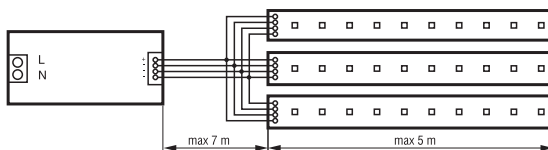

Рис.1
- К одному каналу RGB контроллера не рекомендуется подключать последовательно более 5 метров светодиодной ленты. Для подключения нагрузки высокой мощности сечение провода должно соответствовать расчетному значению сечения для максимального потребляемого тока нагрузки. Каждые дополнительные 5 метров светодиодной ленты рекомендуется подключать параллельно отдельным проводом к RGB контроллеру как показано на *Рис.1*.